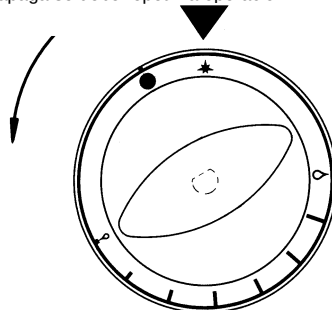

FIG. 1
6.2 ENCENDIDO Y APAGADO DE LOS QUEMADORES – FUEGOS ABIERTOS (Fig.1)
en el sentido de la flecha hasta la posición * "PILOTO" (fig. 1). Apretar a fondo el mando y, manteniéndolo apretado, encender el quemador piloto. Al encendido, mantener apretado el mando durante por lo menos 15". Cuando se suelta el mando el piloto debe quedar encendido. Si se apaga se debe repetir la operación.